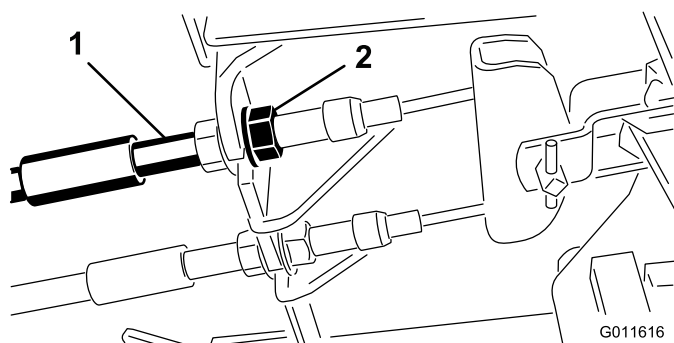

Figure 35
1. Pour réduire la garde aux pédales de frein, serrez les freins en desserrant l'écrou avant sur l'extrémité filetée du câble de frein (Figure 35).